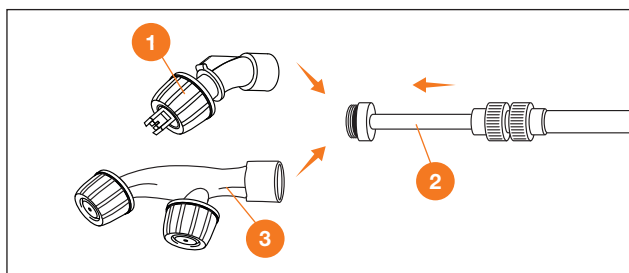

Рис. 8
2. Накрутите телескопическую штангу 2 на насадку форсунку 1 или на двойную насадку форсунку 3 и зафиксируйте её (Рис. 8).